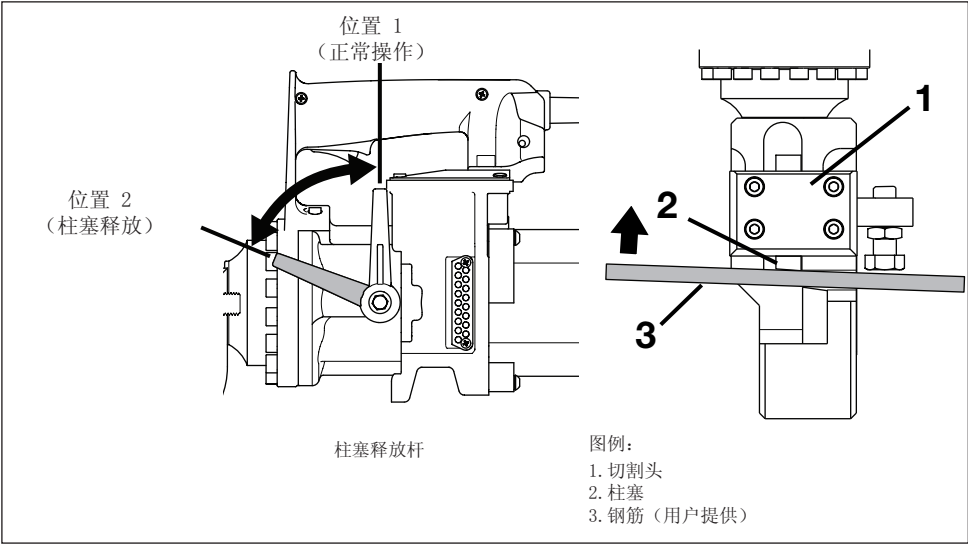

图 11，柱塞手动缩回程序
- 逆时针移动柱塞释放杆来手动释放柱塞。参见图 11，位置 2。
- 使用坚硬的钢筋，手动将切断机的柱塞推回，直至其缩回原位。请参见图 11，第 3 项。这一操作将会清理掉正常运行过程中阻碍柱塞缩回原位的污垢或其它杂物。
- 顺时针将柱塞释放杆完全移动到位，使切断机返回正常操作。参见图 11，位置 1。
- 清洁柱塞的外露部分。清除该部分上的所有碎片、碎屑和污垢。请参见图 11，第 2 项。